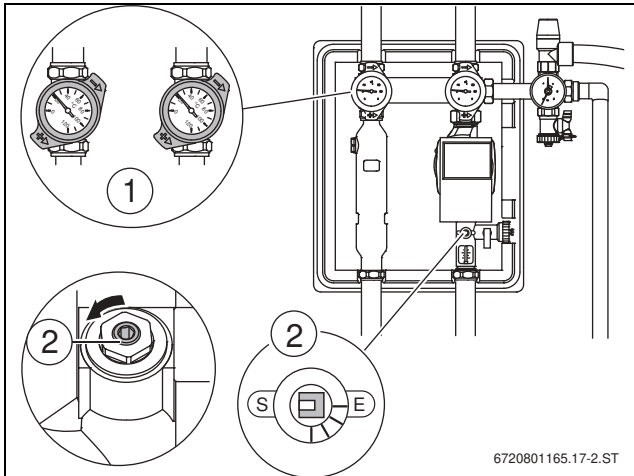

Рис. 36 Открытые запорные устройства
- Установите шаровые краны (→ рис. 36, [1]) на 45° и откройте ограничитель потока [2], а также другие запорные устройства.
- ▶ Установите шаровые краны (→ рис. 36, [1]) на термометрах на 45° и откройте ограничитель потока (→ рис. 36, [2]), а также другие запорные устройства.